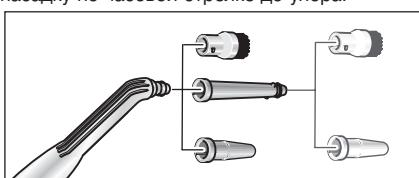

Рис. 6 Насадки для форсунки точечной струи
• Для повышения эффективности процесса чистки при работе с форсункой точечной струи (D1) данную форсунку можно использовать с удлинителем (D2), круглой щеткой (D3) или высоконапорной форсункой (D4) (см. рис. 6).